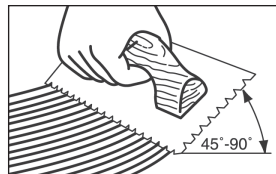

Figure 11
- Tenez fermement la truelle à un angle de 45° (Figure 11) contre le plancher brut afin d'obtenir un taux d'étalement de 4 à 5,5 m2 (50 à 60 pi2) par gallon de Summit (étalement avec la truelle Tout-en-un Summit incluse ou la truelle d'un autre fabricant d'adhésif). La truelle laissera des stries d'adhésif et très peu d'adhésif entre les stries. Cette méthode permet de toujours voir les lignes de craie entre les stries et appliquer l'adhésif selon le taux d'étalement recommandé. Pour obtenir des instructions d'application additionnelles, suivez les recommandations figurant sur le contenant de l'adhésif.